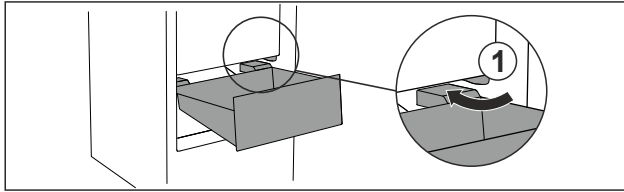

Fig. 37
- ▶ Обвести висувний ящик навскіс навколо стопора Fig. 37 (1).